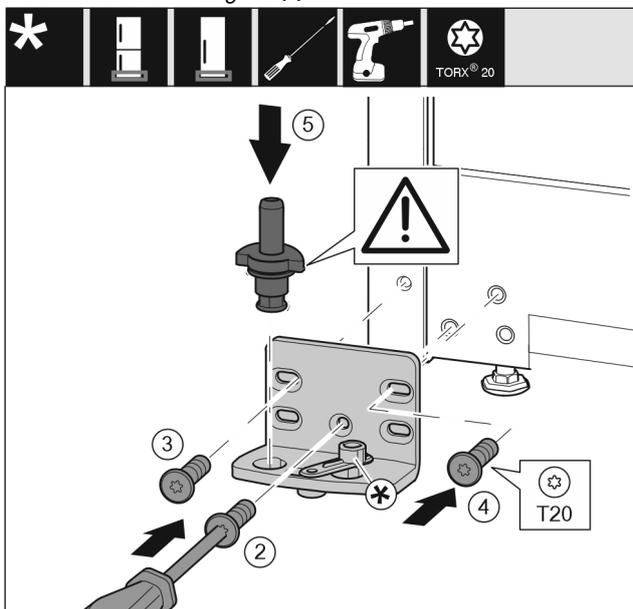

Fig. 14
- ▶ Coloque el soporte de cojinete en el otro lado y atornillelo con la ayuda de un destornillador T20. Comience por el tornillo 2 en la parte inferior central. Fig. 14 (2)
- ▶ Atornille los tornillos 3 y 4. Fig. 14 (3,4)
- ▶ Coloque el perno de cojinete completo. Preste atención a que el saliente de retención esté orientado hacia detrás. Fig. 14 (5)